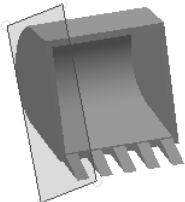
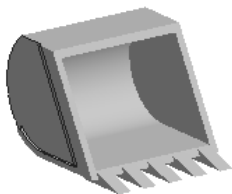
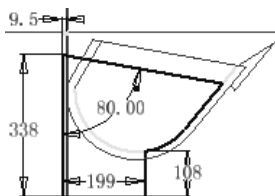

图 6.9 工作平面 1
图 6.10 拉伸 3
图 6.11 截面草图
② 定义阵列实例数。在 **方向 1** 区域的  按钮后的文本框中输入数值 5。
③ 定义阵列角度。在 **方向 1** 区域的  按钮后的文本框中输入数值 -80。
(4) 单击 **确定** 按钮, 完成矩形阵列的创建。
Step 6 创建图 6.9 所示的工作平面 1。
(1) 选择命令。在 **定位特征** 区域中单击“平面”按钮  下的 **平面** 按钮, 选择  从平面偏移命令。
(2) 定义参考平面, 在图形区选取 XY 平面作为参考平面。
(3) 定义偏移距离与方向, 在“基准面”小工具条的下拉列表中输入要偏距的距离为 192, 偏移方向参考图 6.9。
(4) 单击  按钮完成工作平面 1 的创建。
Step 7 创建图 6.10 所示的拉伸特征 3。
(1) 选择命令。在 **创建** 区域中单击  按钮, 系统弹出“创建拉伸”对话框。
(2) 定义特征的截面草图。单击“创建拉伸”对话框中的 **创建二维草图** 按钮, 选取工作平面 1 作为草图平面, 进入草绘环境。绘制图 6.11 所示的截面草图。